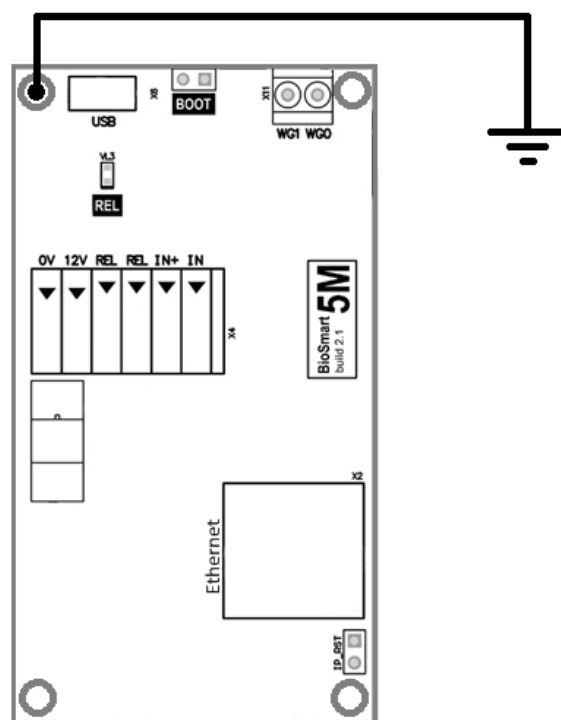

Рисунок 4. Схема выполнения заземления.
8. В целях обеспечения электробезопасности, а также повышения устойчивости оборудования к электростатическим разрядам необходимо выполнить дополнительное защитное заземление. Заземление выполняется путем соединения кольцевой обжимной клеммы, находящейся на монтажном отверстии в левом верхнем углу печатной платы контроллера, с заземляющим устройством (см. рисунок 4).